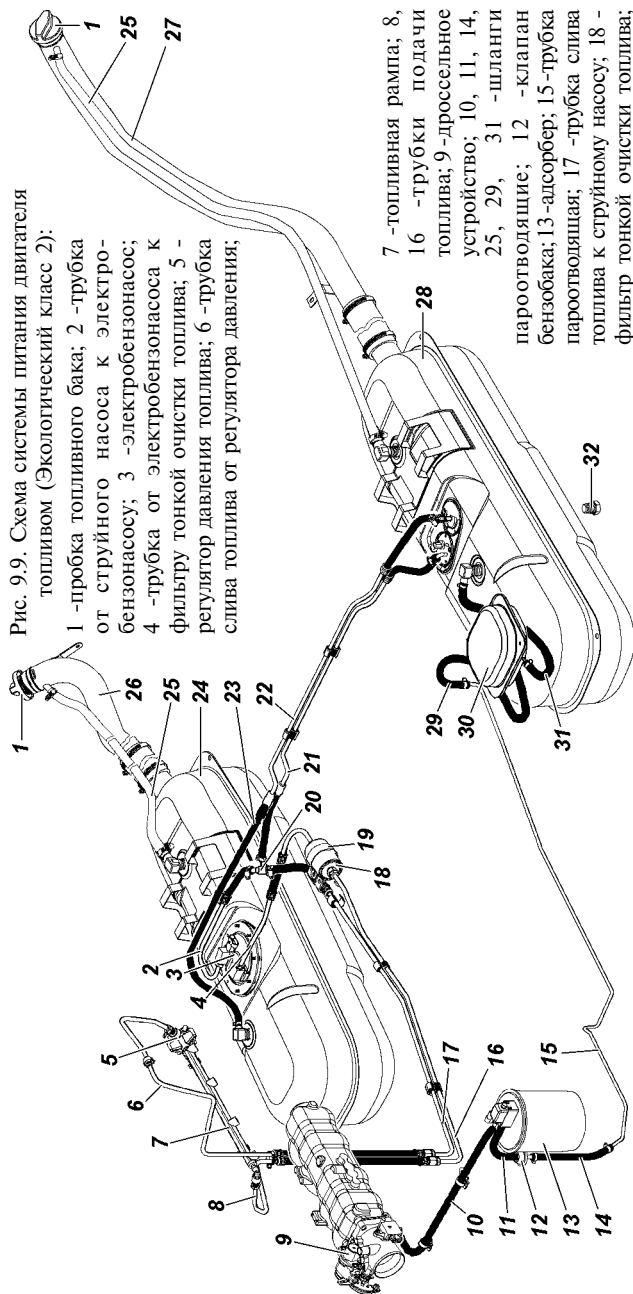

Рис. 9.9. Схема системы питания двигателя топливом (Экологический класс 2):
**Топливные баки** 24, 28 (рис. 9.9) и 18, 22 (рис. 9.10). Обслуживание топливных баков заключается в периодической промывке фильтра электробензонасоса (правый бак), промывке фильтра приемной трубки указателя уровня топлива (левый бак) и промывке самих баков.
Периодически сливайте отстой, отвернув пробку 32 (рис. 9.9) или 26 (рис. 9.10) снизу бака.
- слейте топливо, отвернув пробку 32 (рис. 9.9) или 26 (рис. 9.10);
- откройте люк в полу кузова над электробензонасосом 3 или отверните болты крепления сепаратора 30 (рис. 9.9) или 24 (рис. 9.10) и выньте его, отсоедините от него шланги;
**Электробензонасос 3** (рис. 9.9) погружного типа с датчиком указателя уровня топлива.